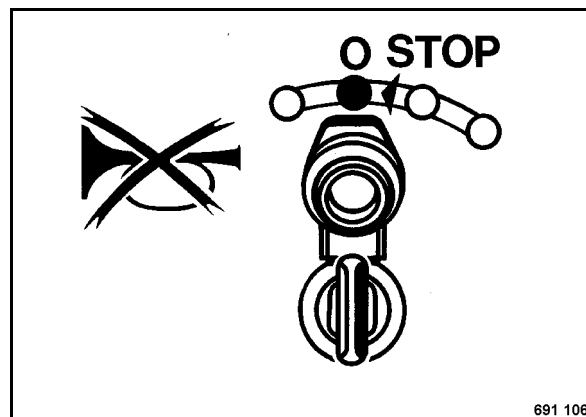

Рис. 49
- Установить ключ зажигания (Рис. 49) в положение "0" и вынуть его.